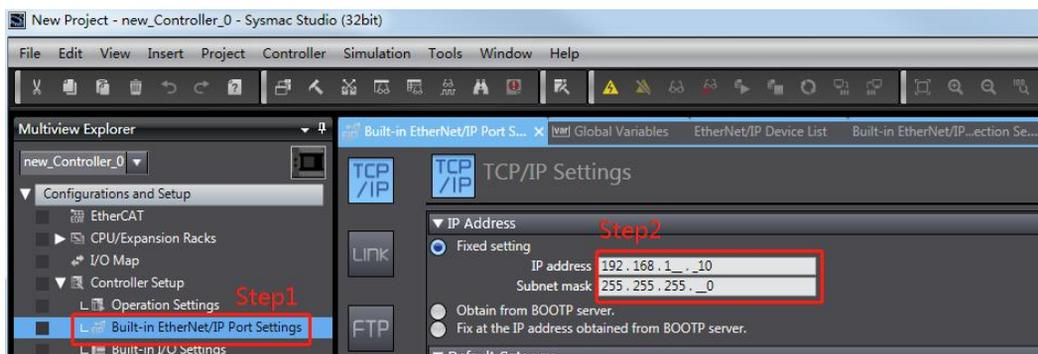

图 5-2-2
- 配置 EtherNet/IP 端口为固定 IP 地址（与实际 PLC 端口 IP 一致），如图 5-2-2 所示。